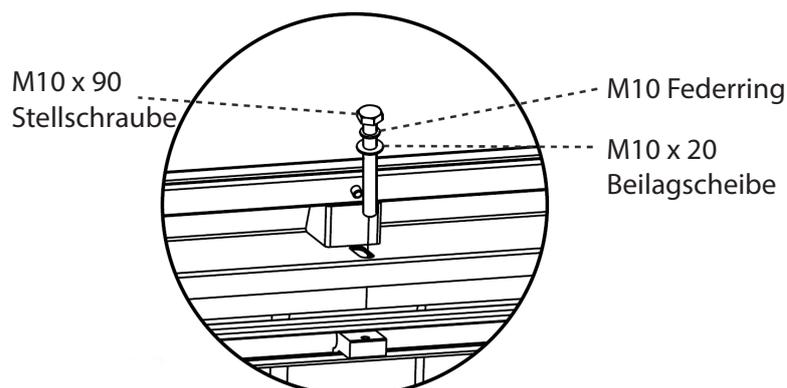

Abbildung 3
1. Bringen Sie nun die Schrauben wie in Abbildung 3 zu sehen an und ziehen Sie diese mit einem Drehmomentschlüssel auf 12 Nm fest.